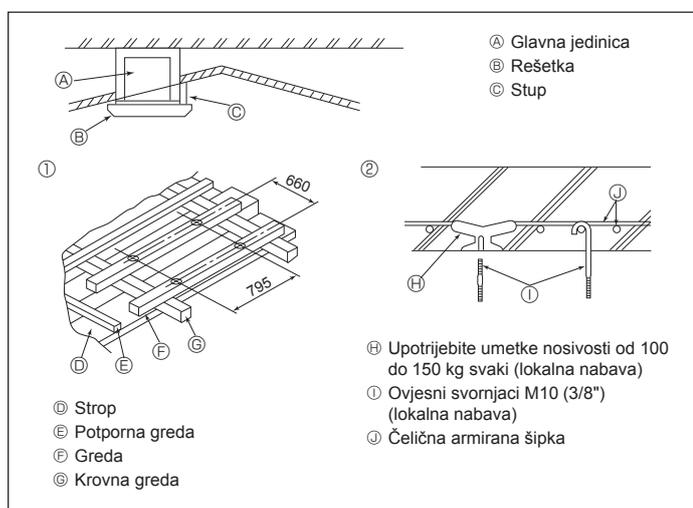

Fig. 3-5
3.5. Ovjerna konstrukcija (Dajte mjesto jake ovjesne konstrukcije) (Fig. 3-5)